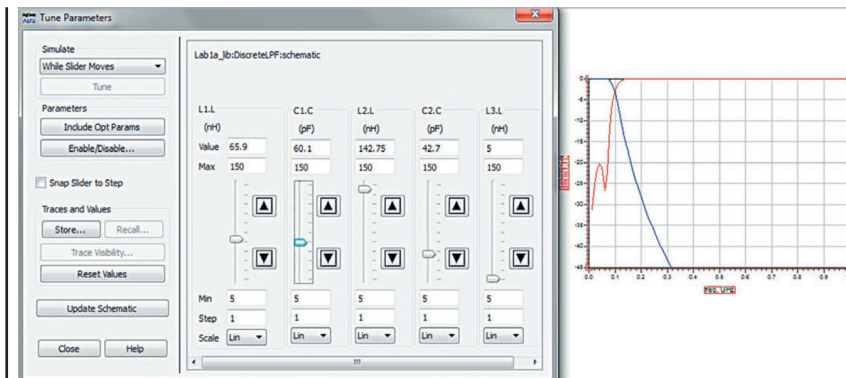

Рис. 18
- Розмістіть вікно з повзунками підлаштування і дисплей даних поруч і почніть переміщати повзунки значень параметрів компонентів, спостерігаючи відповідні зміни графіків (рис. 18).